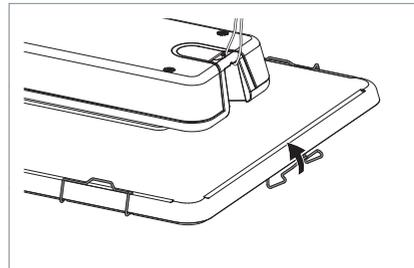

Fig. 14: Schutzscheibe befestigen.
- ▶ Befestigen Sie die Schutzscheibe an der Leuchte, indem Sie alle sechs Halteklammern nach oben klappen, siehe Fig. 14.